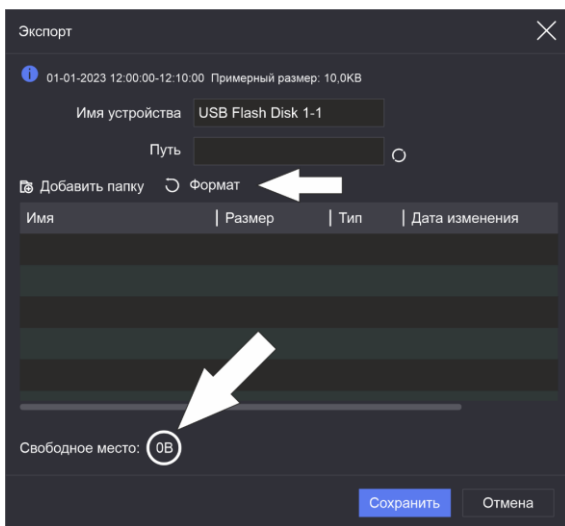

Рисунок 27 - Форматирование USB-накопителя
7.15.12 Чтобы произвести форматирование подключенного USB-накопителя следует нажать на кнопку [Формат] и в появившемся меню выбрать файловую систему NTFS. После нажатия кнопки [OK] будет запущен процесс быстрого форматирования, по завершении которого произойдет возврат в меню [Экспорт], где будет отображаться корректный путь и объем оставшегося свободного места на накопителе (рисунок 27).